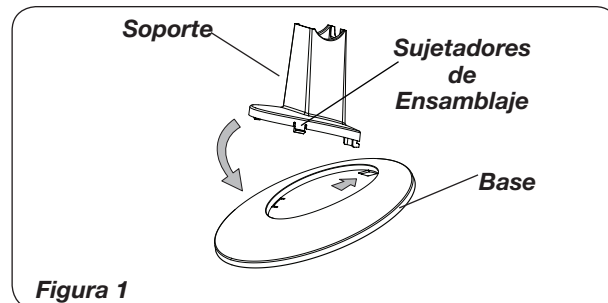

Figura 1
1. Inserte el soporte en la base al presionar por encima de los sujetadores para conectarlos. (Figura 1)